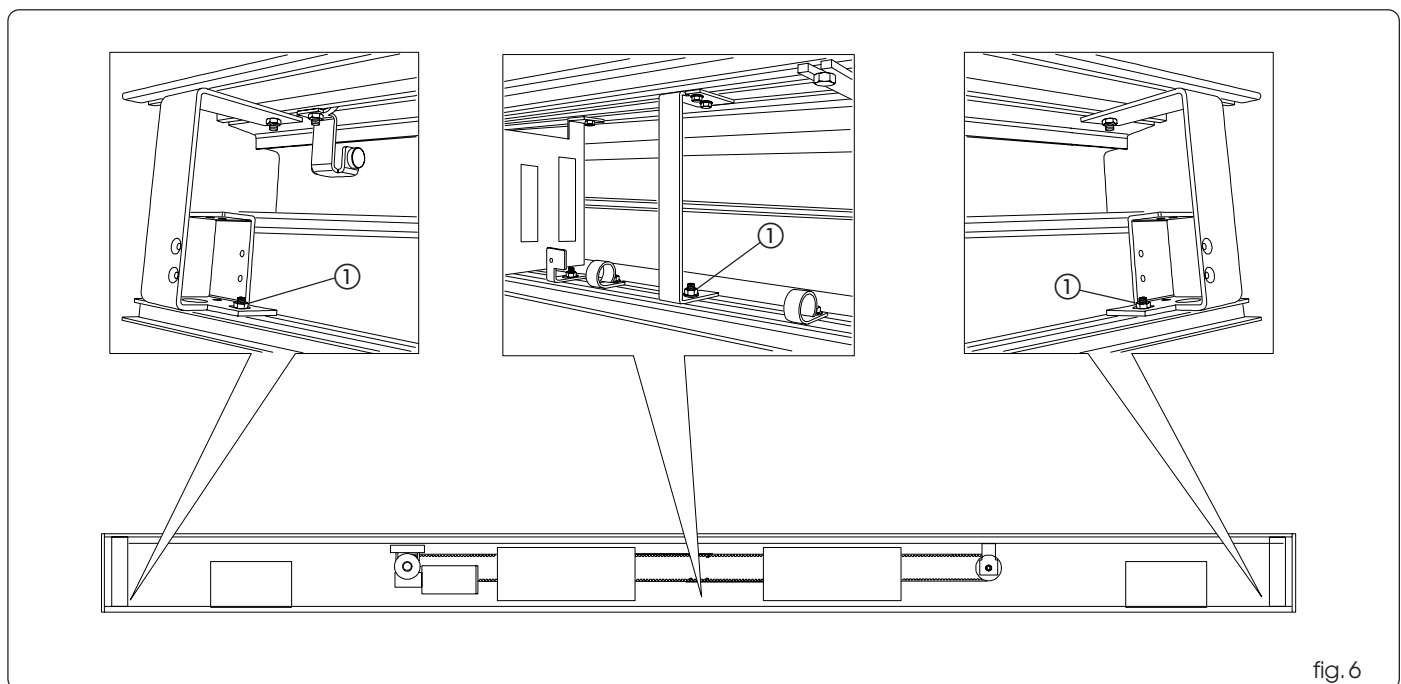

fig. 6
Desmonte el perfil del cárter inferior, para ello destornille los tornillos de bloqueo de las tres bridas de soporte, como se muestra en la fig. 6 ref. ①.